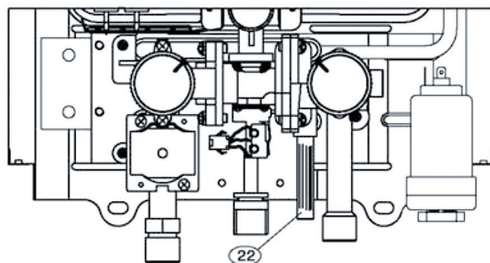

рис. 13
- Отвинтите сливную пробку (22) (рис. 13).